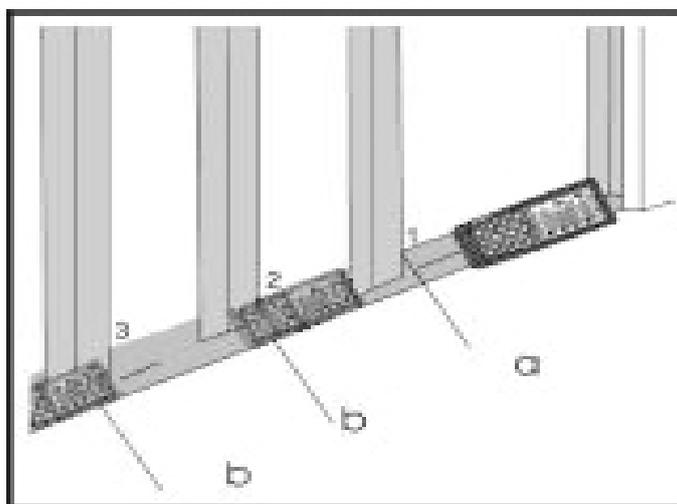

Fig. 13: Medição da distância com dimensões
6. Mover lentamente o instrumento ao longo da linha radial observando o valor medido (ver Fig. 13). O instrumento mostra as setas **◀** ou **▶** para indicar o sentido para onde mover o instrumento e começa a emitir um toque a uma distância de 0.1m dos patamares (a) e (b) predefinidos emitindo um toque contínuo ao atingir o patamar. A medição tem uma duração aproximada de 1 minuto e pode ser terminada com o botão  ou .